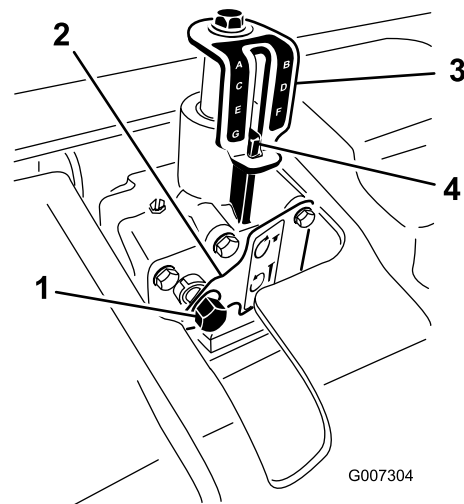

图 24
3. 用棘轮将一个 9/16 英寸的套管插入深度调节器输入轴内图 24。
5. 顺时针旋转深度调节器可减小打孔深度逆时针旋转则可增加打孔深度图 24。
6. 旋转深度调节器输入轴直至达到深度指示标贴上所示的所需深度图 24。